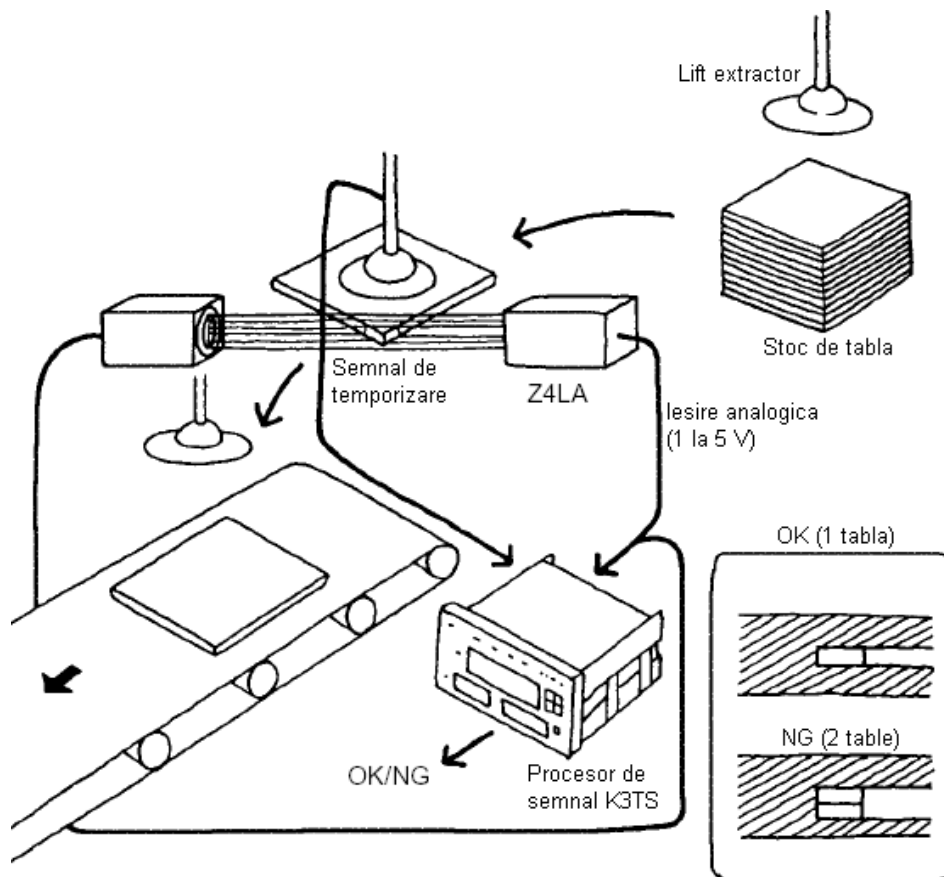

Fig.11
1.4.1. Detectarea plăcilor duble aplicație (fig.11):